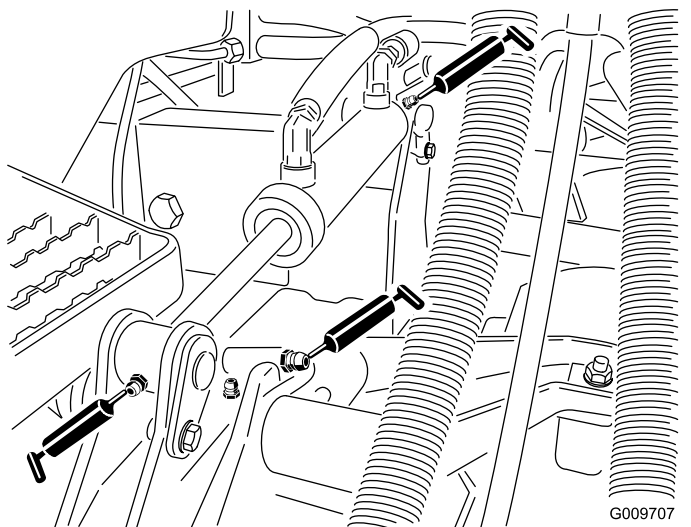

图 29
- 提升臂轴套每个刀盘 1 个(图 29)
- 提升油缸轴套每个刀盘 2 个(图 29)